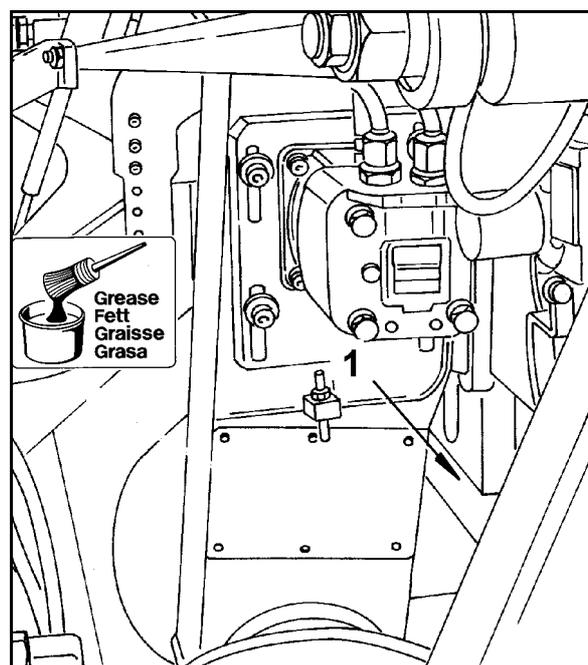

Fig. 164
- Ingrassare il piano di scorrimento 1 (Fig. 164) della regolazione in altezza coclea.